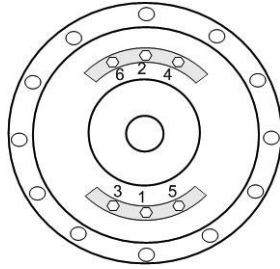

Figura 27: Patrón de torsión de los pernos del recipiente
13. Retire los (6) pernos de recipiente que conectan el recipiente superior de la columna de cartucho a la placa de sello. Se puede quitar la placa de sello y el adaptador de motor como una sola unidad. Guarde los pernos para el reensamblaje.
14. Ensamble la placa de sello/adaptador de motor a la columna de cartucho de reposición con los (6) pernos de recipiente retirados en el paso 13. Apriete los pernos en el patrón indicado en la Figura 27. Vea la sección “Datos de ingeniería” en la página 8 de este manual para obtener el valor de torsión correcto.